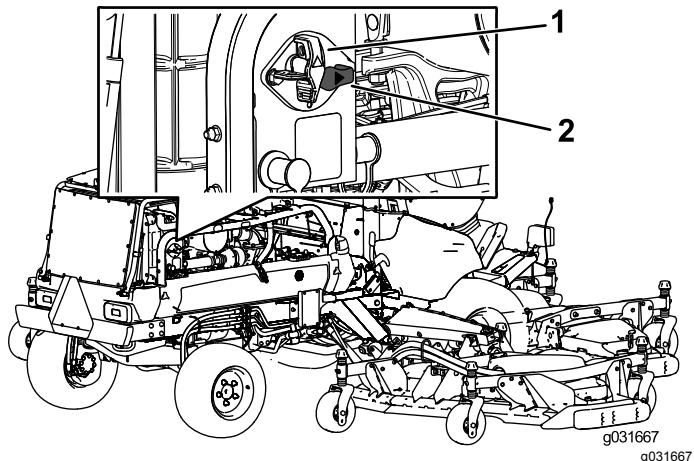

Bild 63
- Drehen Sie den Trennschalter der Batterie nach rechts in die EIN-Stellung, um die Maschine mit Strom zu versorgen (**Bild 63**).
- Drehen Sie den Trennschalter der Batterie nach links in die Aus-Stellung, um die Stromzufuhr zur Maschine zu unterbrechen (**Bild 63**).